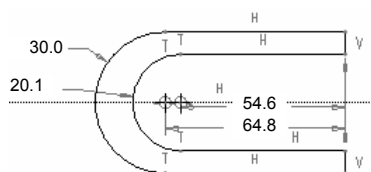

图 4.18.8 打开尺寸显示
Step1. 选中  按钮中的  复选框，打开尺寸显示，此时图形如图 4.18.8 所示。